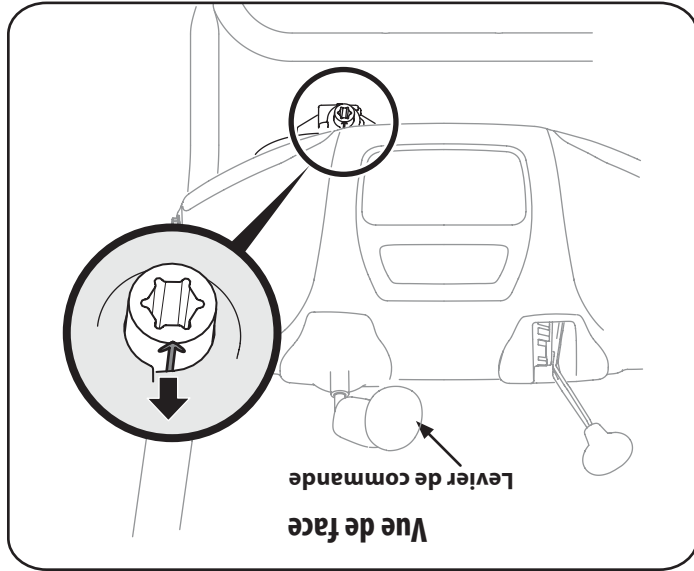

Figure 7
5. Pivotez le levier de commande jusqu'à la position de 1 heure (voir la Figure 6) pour que la flèche indicateur en argent sur le pignon soit placée vers le haut (voir la Figure 7).